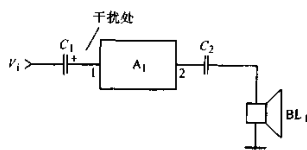

图 2-41 干扰检查法原理图
这里以如图 2-41 所示电路为例, 说明用这一方法检查集成电路故障。电路中, A_1 为集成音频功率放大器电路, 1 脚为输入引脚, 2 脚为输出引脚, 2 脚与地之间接有扬声器 BL_1 。
- 3) 对图 2-41 所示电路而言, 只能干扰集成电路的输入端 1 脚, 干扰输出端 2 脚时扬声器中无任何反应声, 因为 A_1 的 2 脚之后电路中无放大能力。